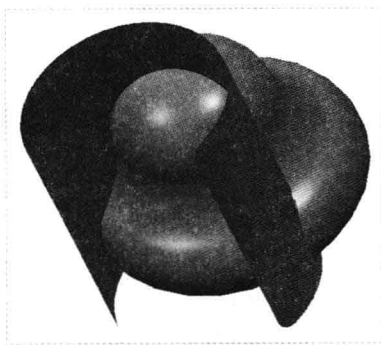

图 9-65 创建 COS 曲线
Step 05 单击“应用并保存在工具中所做的所有更改,然后关闭工具操控板”按钮 ,并单击“样式”选项卡“关闭”面板中的“确定”按钮 ,即可创建 COS 曲线,如图 9-65 所示。